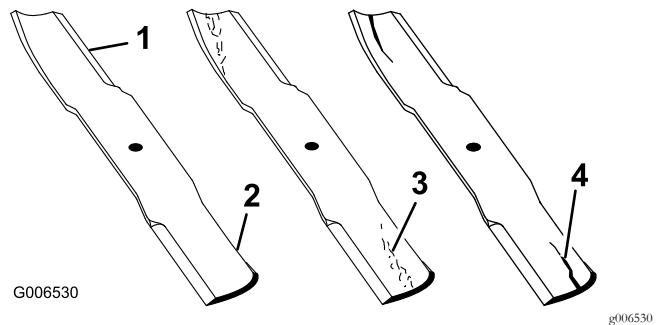

Figura 45
1. Inspeccione los filos de corte (Figura 45).
4. Si observa fisuras, desgaste o la formación de una ranura en esta zona, instale de inmediato una cuchilla nueva (Figura 45).